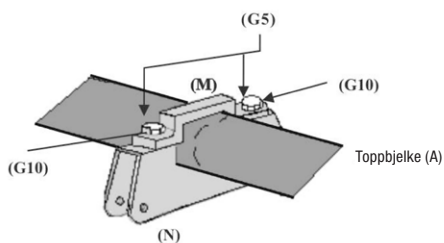

Fig 11
7. Fäst det övre och undre fästet (M och N) till tvillinggungan på toppbalken (A) med 28 mm M8 6-kantsbult (G5), M8 brickor (G10) och M8 nylonmutter (G9). Se till att fästet sitter ordentligt fast på toppbalken. Se fig 11 och 12.
7. Fest det øvre og nedre festet (M og N) til dobbelthusken på toppbjelken (A) med 28 mm M8 6-kantbolt (G5), M8 skiver (G10) og M8 nylonmutter (G9). Se til at festet sitter ordentlig fast på toppbjelken. Se fig. 11 og 12.